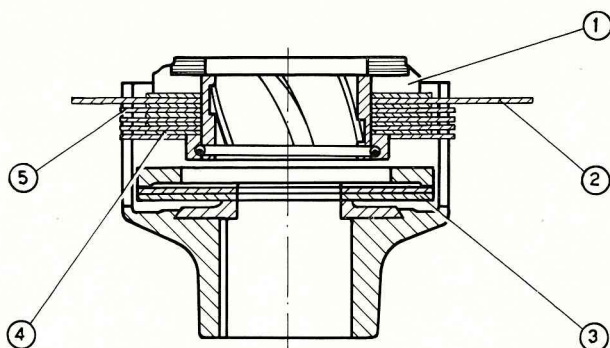

Fig. 230 - Schema frizione motorino avviamento.
1. Pignone. - 2. Supporto lato comando. - 3. Frizione (ved. schema fig. 230). - 4. Carcassa. - 5. Avvolgimento di campo. - 6. Avvolgimento indotto. - 7. Massa polare. - 8. Indotto. - 9. Interruttore elettromagnetico. - 10. Ponticello. - 11. Gancio di arresto. - 12. Disco disgiuntore. - 13. Calotta di protezione. - 14. Collettore. - 15. Supporto lato collettore.
Infatti, durante il primo tratto della corsa dell'indotto, dalla posizione di riposo fino al momento in cui il pignone imbocca con la ruota dentata, la chiocciola (1, fig. 230) della frizione ed il pignone ruotano e si spostano assialmente con l'indotto medesimo.